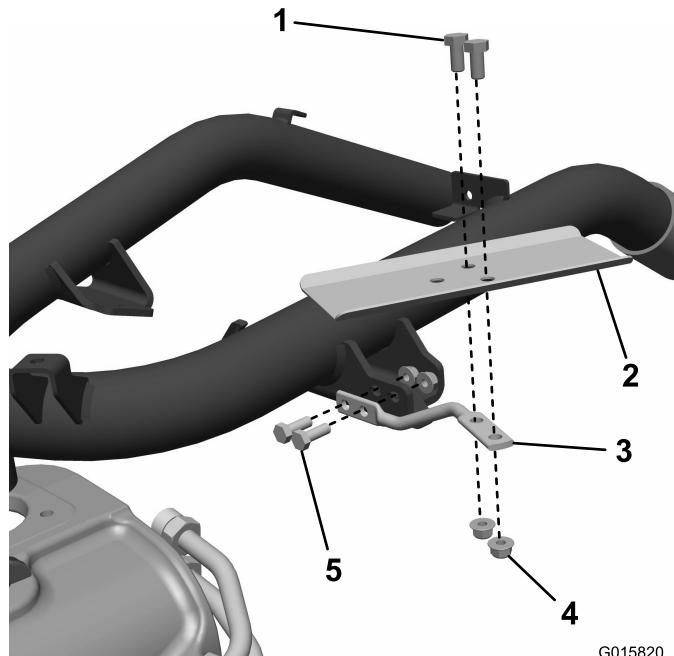

図 8
1. フレームに金具を取り付けるボルト5/16"2本とナット2個で固定する図8。